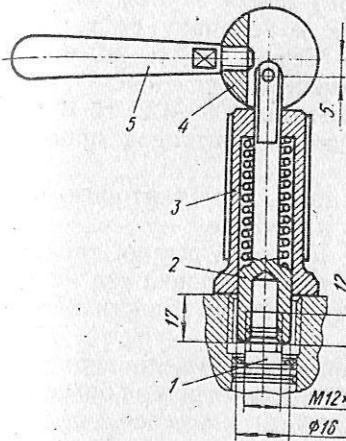

Рис. 90. Съемник седла нагнетательного клапана:
3) снять контрящие сухари, вывернуть штуцеры и, пользуясь специальным съемником (рис. 90), извлечь из корпуса насоса седло с нагнетательными клапанами. Для снятия навернуть оправку 2 съемника на резьбу седла 1 нагнетательного клапана до упора втулки 3 в корпус насоса. Поворачивая эксцентрик